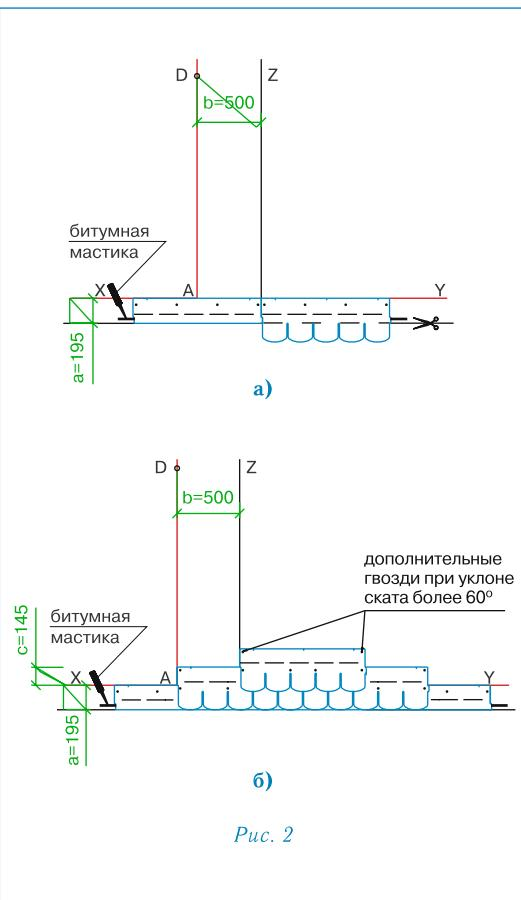

Рис. 2
### Укладка материала (рис. 2)
Начальный ряд формируется из листов черепицы, обрезанных по линии, образованной конечными точками вырезов. Полученные таким образом полосы шириной 19,5 см укладываются по линии карниза в обе стороны от линии Z (рис. 2а) и фиксируются по нижнему краю битумной мастикой, а по верхней кромке 4 гвоздями (ось гвоздей на 5 см ниже верхнего края полосы);
- далее первый ряд черепицы укладывается от линии AD (рис. 2б);
- второй ряд укладывается от линии Z (со смещением 50 см от AD) (рис. 2б);
Каждый лист черепицы крепится 4 гвоздями (ось гвоздей на линии битумных клеевых полос) таким образом, чтобы гвоздь прошивал и верхний край низлежащего листа черепицы (рис. 2б).